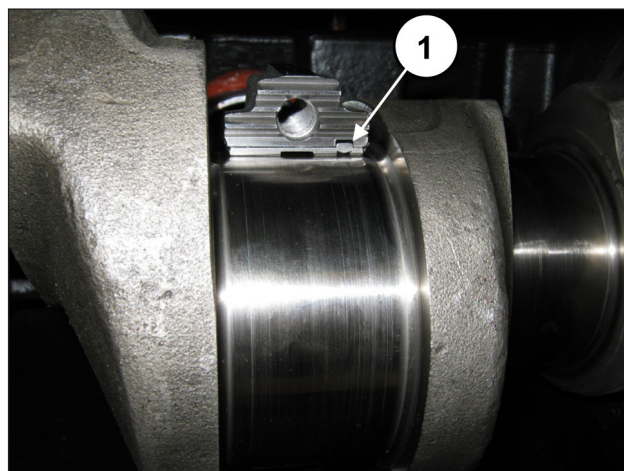

Fig. 66
**Para montar correctamente los cojinetes, la lengüeta de referencia de los semicojinetes debe encajar en el alojamiento de la semibiela (pos. ①, Fig. 66).**